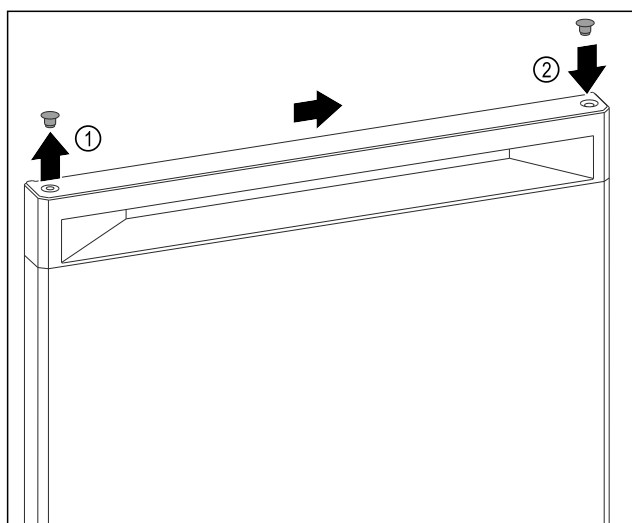

Fig. 7
- Sollevare il coperchio a tappo sulla parte superiore dello sportello Fig. 7 (1) con cautela con un cacciavite a taglio.
- Inserire il coperchio a tappo sul lato opposto. Fig. 7 (2)